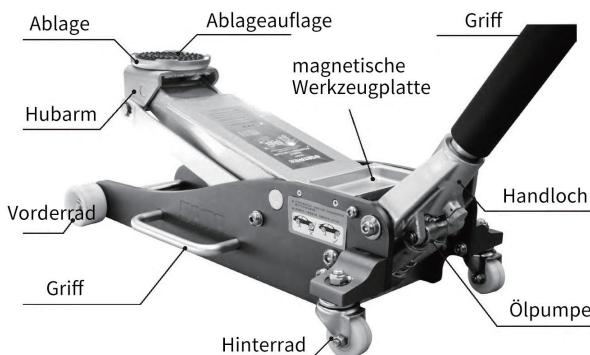

Abbildung 1
- Führen Sie den Griff in das Handloch ein (siehe Abbildung 1).
- Drehen Sie den Griff gegen den Uhrzeigersinn (siehe Abbildung 1) und öffnen Sie das Rücklaufventil.